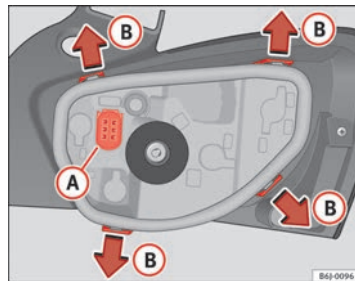

Fig. 162 Cambio lámparas luces posteriores
- Retire el portalámparas, separándolo de la carcasa. Presione para ello las pestañas **(B)** en el sentido de las flechas ⇒ fig. 162.